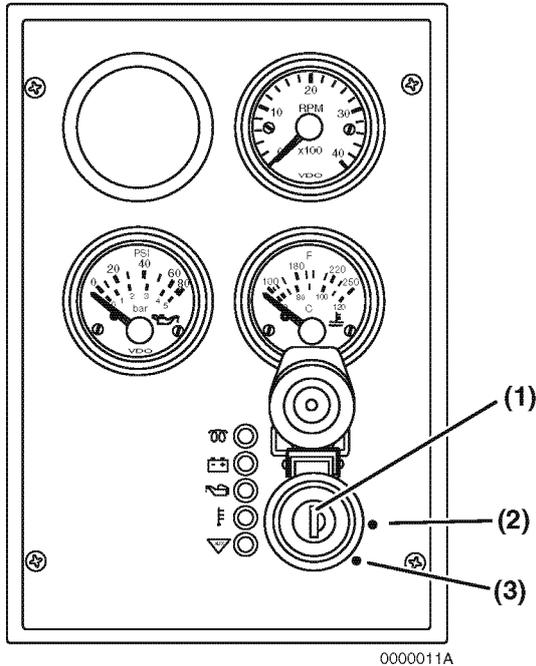
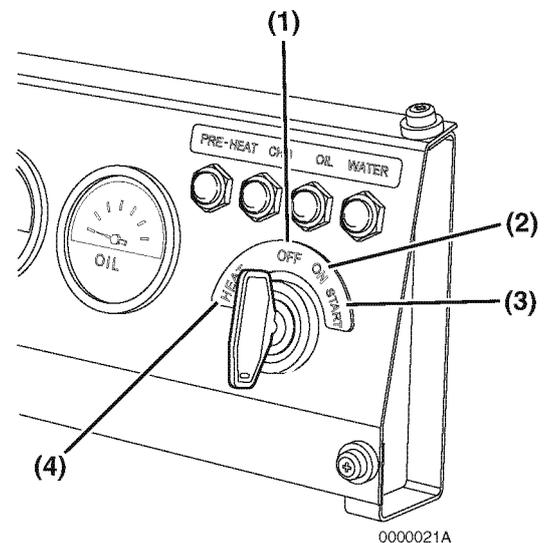

Abbildung 12
Abbildung 13
Der Schlüsselschalter der Konsole in **Abbildung 12** hat 3 Stellungen - OFF (AUS), ON (EIN) und START.
OFF (AUS) (Schlüssel auf 12-Uhr-Stellung) (**Abbildung 12, (1)**) und (**Abbildung 13, (1)**) - Wird der Schlüssel auf diese Stellung gedreht, wird der Motor abgestellt. Die Stromversorgung der Instrumente und Anzeigen wird unterbrochen. In dieser Stellung kann der Schlüssel eingesteckt und abgezogen werden.
ON (EIN) (**Abbildung 12, (2)**) und (**Abbildung 13, (2)**) - Dies ist die Schlüsselposition bei laufendem Motor.. Bei stehendem Motor werden in dieser Stellung die Instrumente, Anzeigen, Zusatzvorrichtungen und die elektrische Kraftstoffpumpe mit Strom versorgt.
START (**Abbildung 12, (3)**) und (**Abbildung 13, (3)**) - Dies ist die Schlüsselposition für den Motorstart. Sobald der Motor startet, den Schlüssel loslassen, der automatisch in die Stellung AN zurückkehrt. Einige Schlüsselschalter sind mit einer Einrichtung ausgestattet, die bei laufendem Motor ein Drehen des Schalters in die Stellung START verhindert. Hier kann der Schlüssel nur über die Position OFF (AUS) in die Stellung START gedreht werden.
Der Schlüsselschalter der Konsole in **Abbildung 13** hat 4 Stellungen - OFF (AUS), ON (EIN), START und HEAT (ERWÄRMEN).
HEAT (ERWÄRMEN) (Abbildung 13, (4)) - Stellen Sie den Schlüssel auf die Position HEAT (ERWÄRMEN), um den Ansaugluftheizer zu aktivieren. Die Anzeige blinkt einige Sekunden lang, wenn Sie den Schlüssel auf HEAT (ERWÄRMEN) drehen. Nach Erlöschen der Anzeige können Sie den Schlüssel in die Position START drehen.